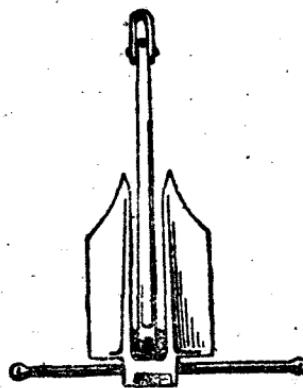

图22 但福斯锚
4) 但福斯锚 它是一种新型的锚。两个锚爪长而宽，可以前后转动30°。在锚头部分有一根锚杆，可以防止锚在海底滚动，抓入海底的情况同无杆锚一样，抓力比同重量的海軍锚大三倍，比无杆锚大十倍。虽有锚杆，也可以收进锚孔。缺点是不容易抓入海底，一抓牢后又难起上（图22）。